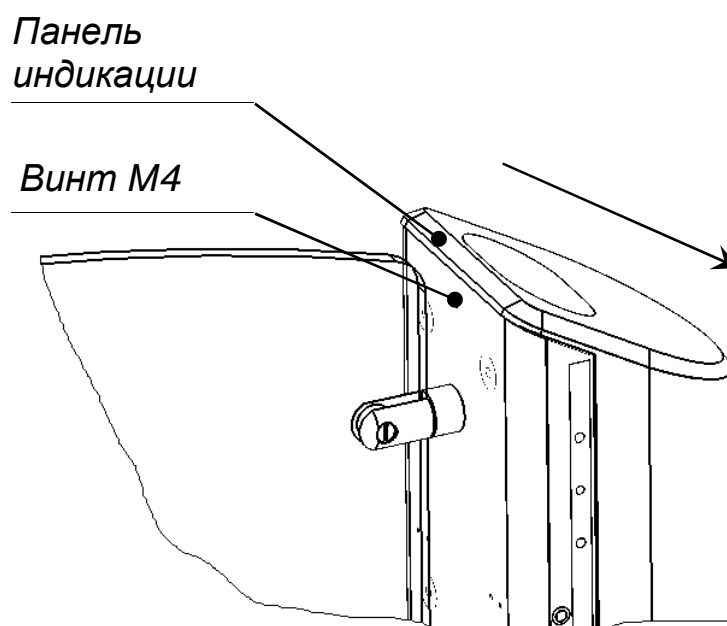

Рис. 15.
6.5.1. Открутите винт М4 на задней стенке картоприемника (рис. 15).
6.5.2. Сдвиньте панель индикации картоприемника до упора в направлении, указанном на рис. 15. Аккуратно поднимите панель.